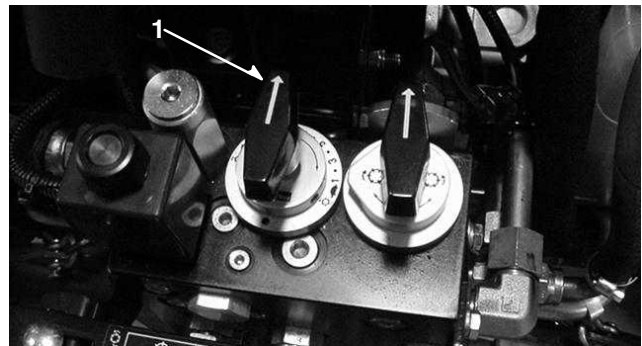

Bild 37
2. Drehen Sie den Spindeldrehzahlregler (Bild 37) auf die Zahl, die Sie in Schritt 1 ermittelt haben.